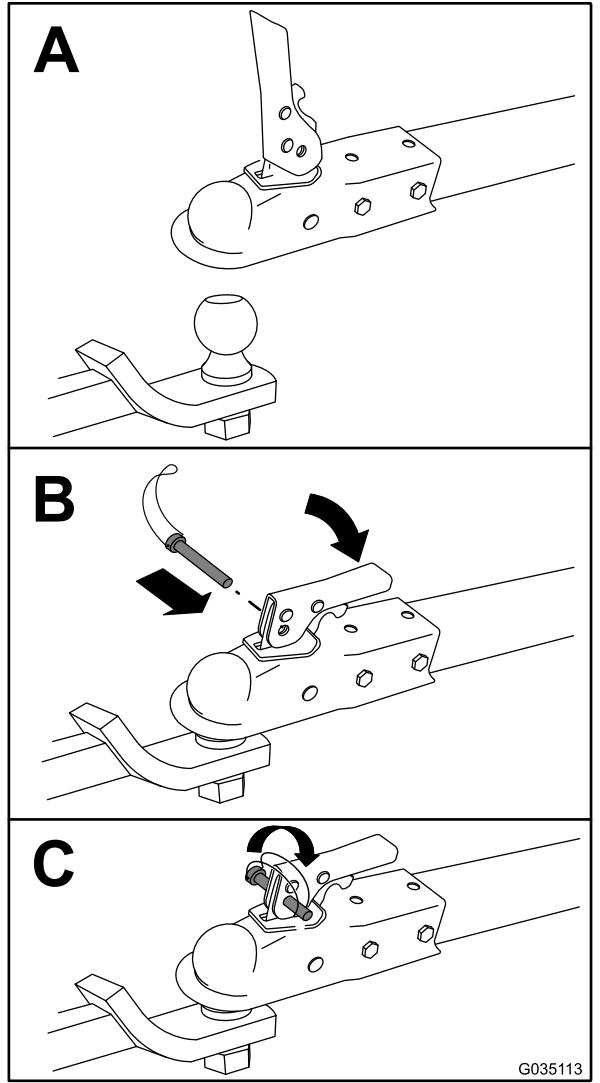

Figure 15
3. Attelez la machine comme montré à la Figure 15.